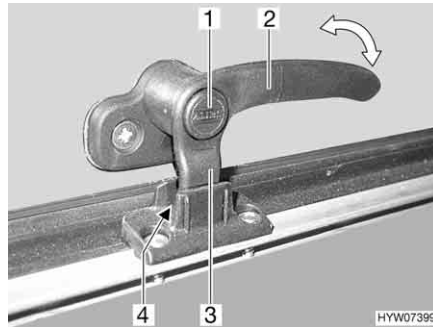
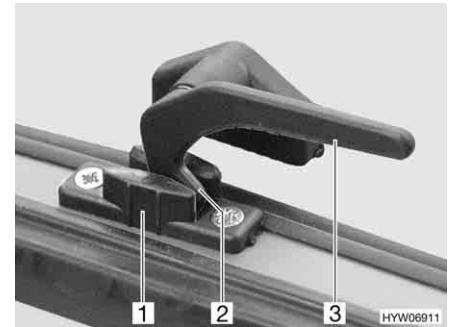

Fig. 100 Palanca de bloqueo con botón de seguridad en la posición de "ventilación continua"
Fig. 101 Palanca de bloqueo en la posición de "ventilación continua"
- En la posición "ventilación continua" (Fig. 100 y Fig. 101)
- Si existe, pulsar el botón de seguridad (Fig. 100,1) y mantenerlo pulsado.
- Girar la palanca de bloqueo (Fig. 100,2 ó Fig. 101,3) un cuarto de vuelta hacia la mitad de la ventana.
- Girar de nuevo hacia atrás la palanca de bloqueo. El saliente de bloqueo (Fig. 100,3 ó Fig. 101,2) de la palanca de bloqueo se ha de introducir para ello en el rebaje del bloqueo de la ventana (Fig. 100,4 ó Fig. 101,1).
- Si existe, soltar el botón de seguridad (Fig. 100,1).